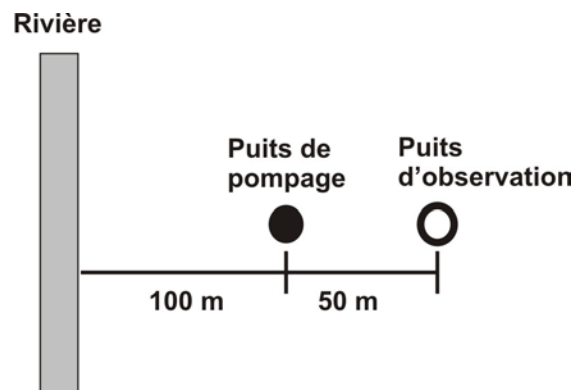

Figure 5. Vue en plan d'un puits de pompage et d'un puits d'observation près d'une rivière.
- 5) (15 points) La Figure 5 montre la localisation d'un puits de pompage et d'un puits d'observation par rapport à une rivière. Les deux puits sont situés dans une nappe captive dont la transmissivité est $70 \text{ m}^2/\text{jour}$ et le coefficient d'emmagasinement est 2.5×10^{-4} . La rivière constitue une limite à charge constante pour l'aquifère. Déterminez le taux de pompage maximum possible, en m^3/jour , pour que le rabattement au puits d'observation ne dépasse pas 1 m après 7 jours de pompage.